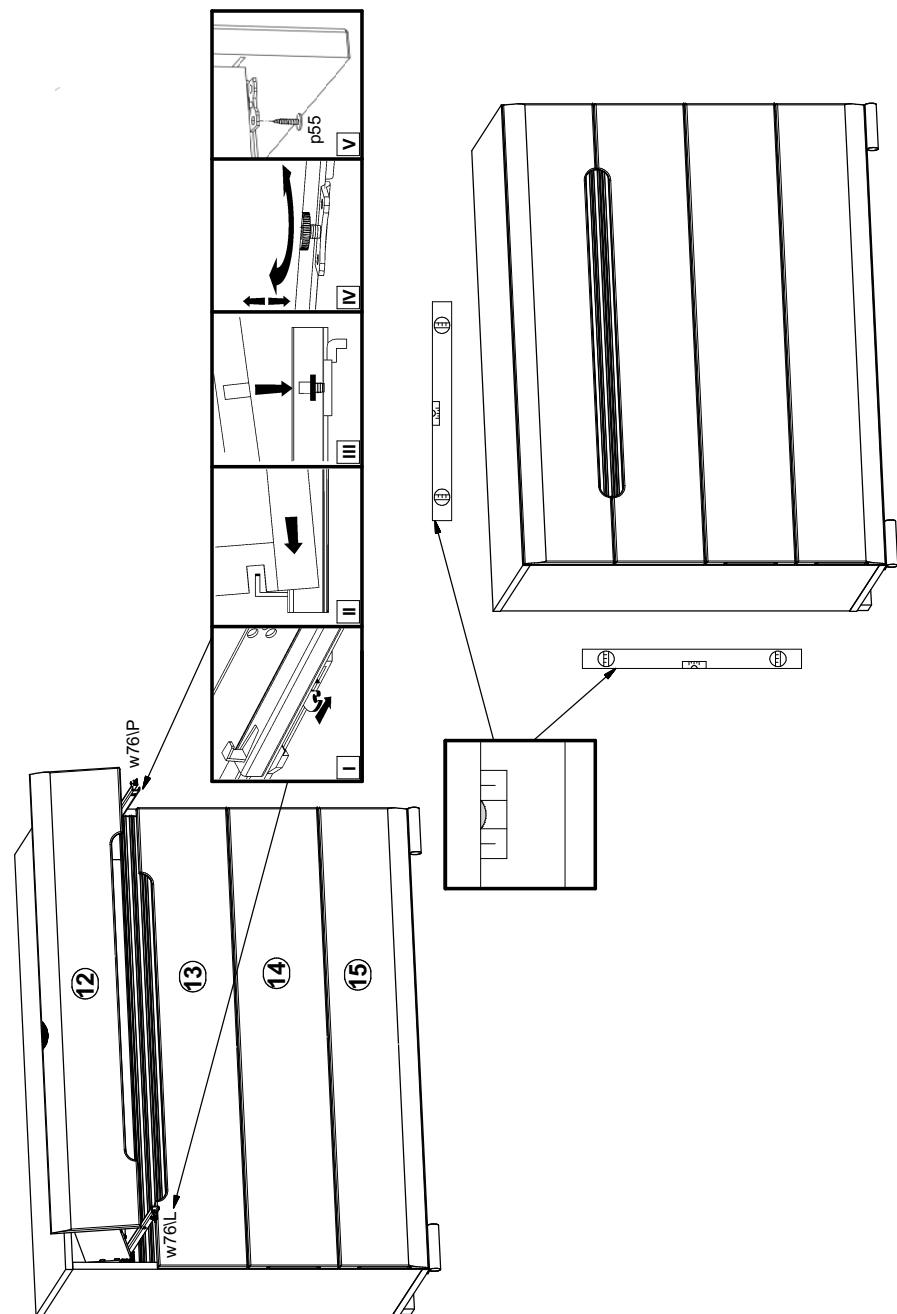

Рисунок 8
4.16 Установить ящики на направляющие w76\L и w76\Р (см. рис. 8).